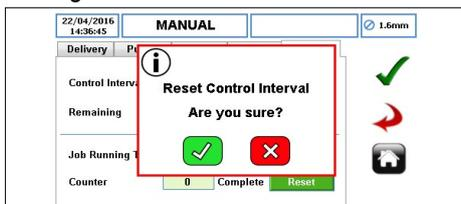

Figure 20 Réinitialiser l'intervalle de contrôle
- ICÔNE « RÉINITIALISER » – réinitialise le nombre d'heures restantes pour l'intervalle de contrôle. Lorsque l'utilisateur sélectionne cette icône, une invite s'affiche comme indiqué à la figure 20.